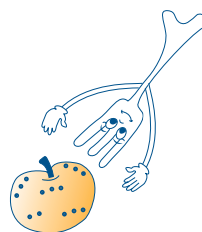

fig. 9
- 4) **Los alimentos con piel, cáscara o corteza (por ejemplo: manzanas, patatas, tomates, salchichas, pescado) se tienen que pinchar en varios puntos con un tenedor, de manera que el vapor pueda salir y la piel o la corteza no explote (Fig.9).**